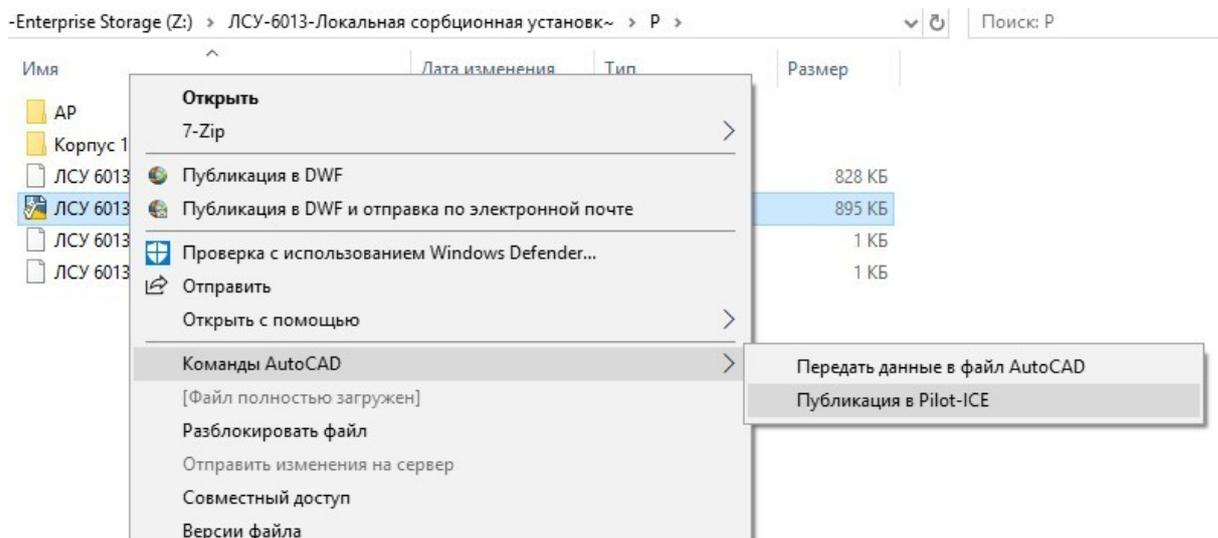

Рис.2.4.2. Команда публикации листов чертежей
2. Правым щелчком мыши на файле вызовем контекстное меню выберем **Команды AutoCAD – Публикация в Pilot-ICE** (рис.2.4.2)